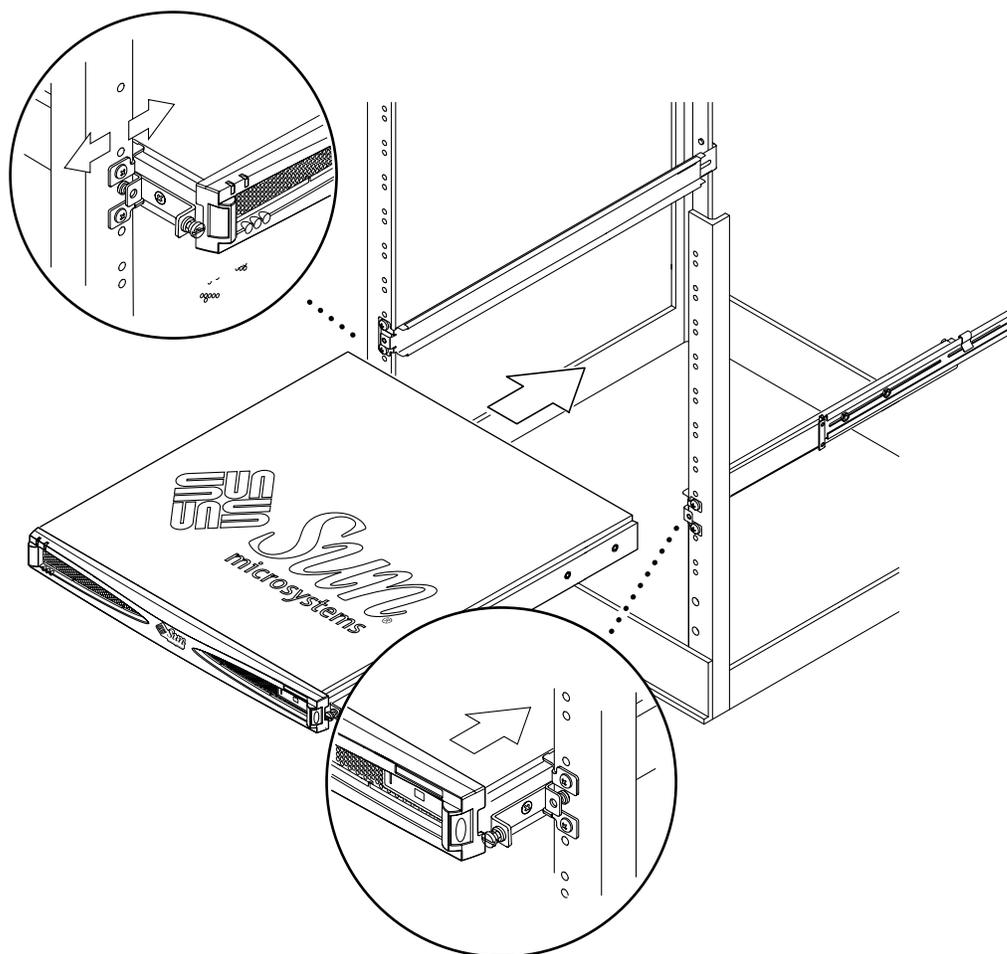

図 3-5 StorEdge S1 装置のラックへの挿入
8. StorEdge S1 装置をラックにスライドさせて挿入します (図 3-5 を参照)。